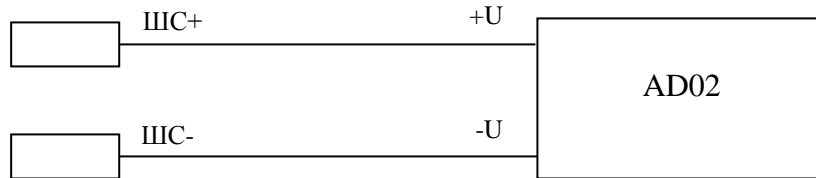

Рис.3.4.
3.8. Схема подключения к БУ адаптера AD02 для управления сильноточными исполнительными устройствами (28В/1А) приведена на рис. 3.4.